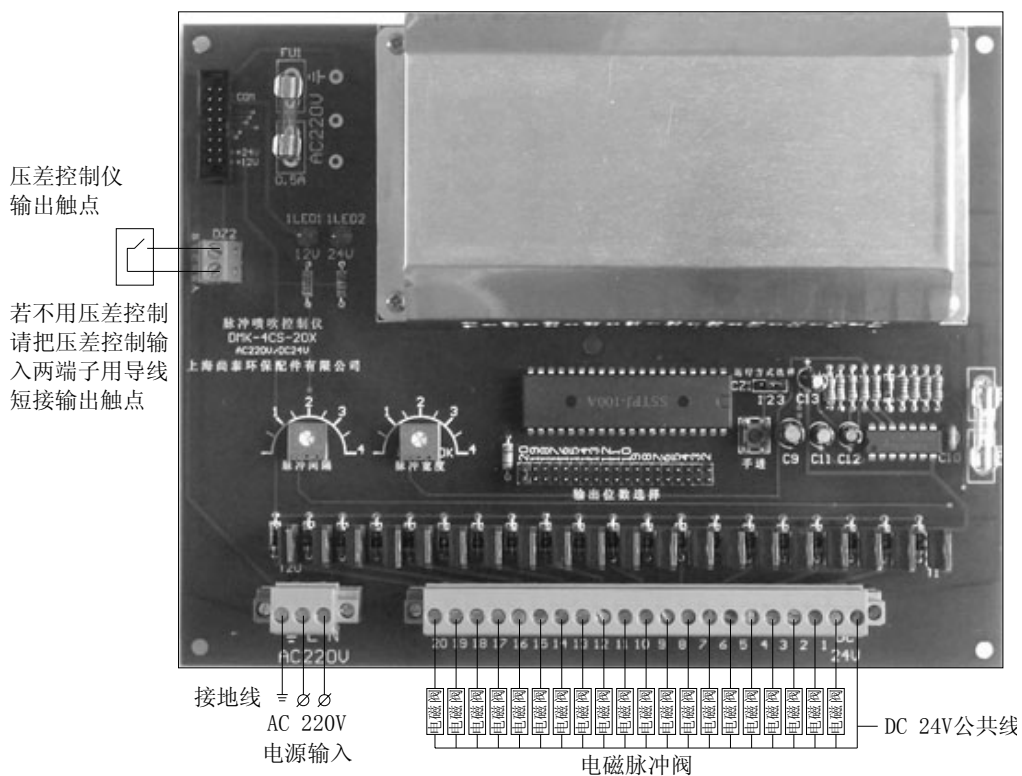

图 4 印刷线路板及接线方法
4. 注意接线电路板上的接线符号，AC220V 端子应接交流 220V 电源，“⊥”为接地线，千万不要接错，1 至终位（如 10 位控制仪应为 1~10，以此类推）及 DC24V 端子（共用线）接至电磁脉冲阀，接线方法见图 4 所示。